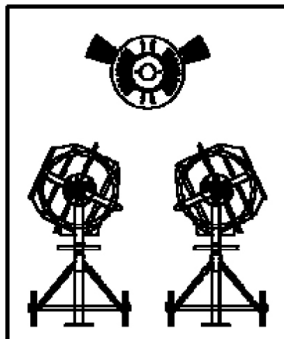

Fig.13
- Coloque el eje del tambor para cargar el hormigón como se muestra en la Fig. 13.